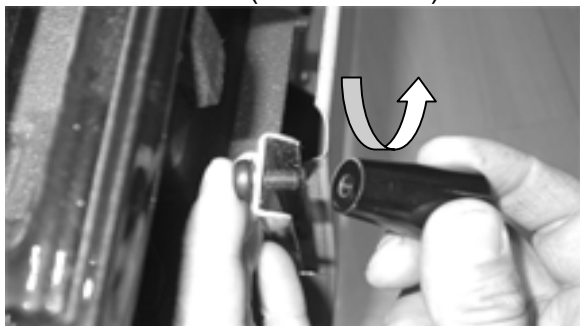

Abbildung 2: Montage der Rüttelknopfs
- Den Rüttelknopf mit der Linsenschraube M6x10 und der Federscheibe am Rüttelhebel hinten rechts am Ofen verschrauben (siehe Abb. 2).